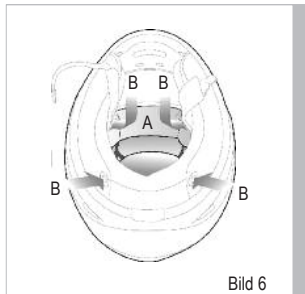

Bild 6
**Zentrale innere Polsterung: KLEINE KALOTTE – Entfernung und Wiedereinbau** siehe Abb. 6